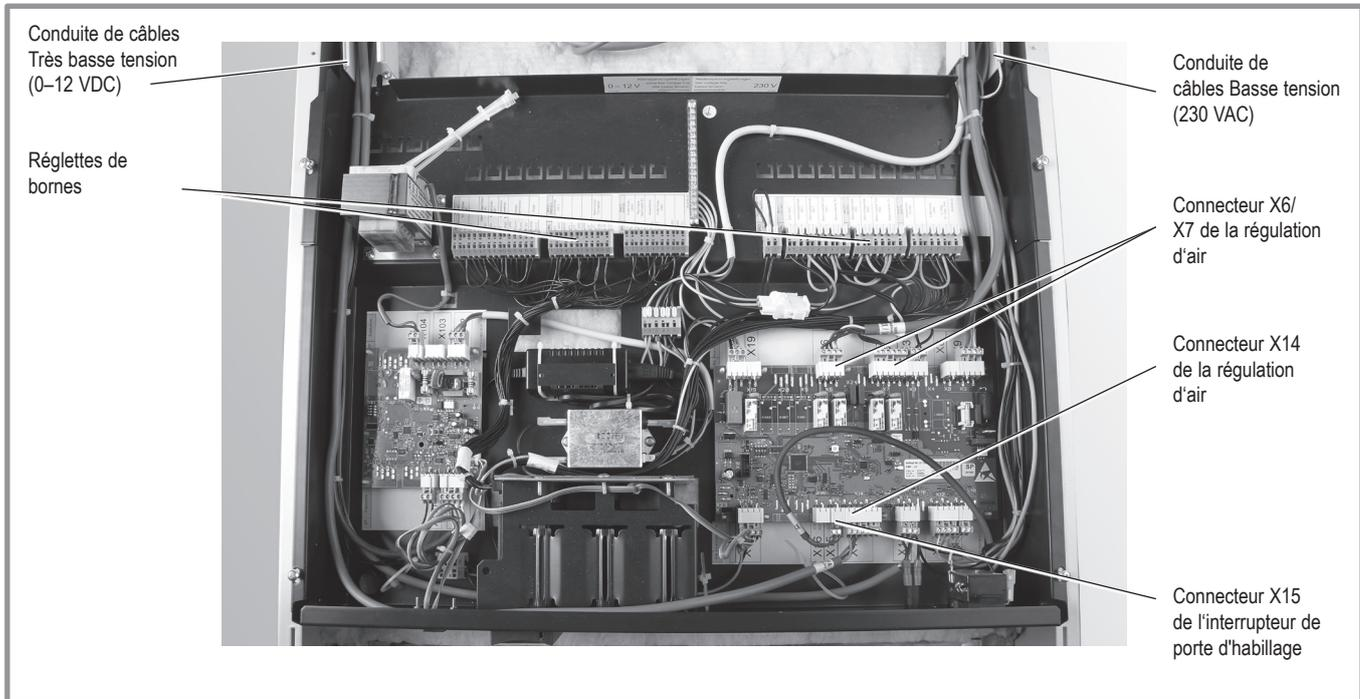

fig. 33 - Coffret électrique ouvert, branchement des connecteurs – vue avant
- Contrôler dans le coffret électrique si les connecteurs de l'interrupteur de porte et de la régulation d'air sont correctement branchés. Les câbles et les connecteurs comportent des inscriptions (*fig. 33*).
- Les raccords du système de régulation se trouvent sur les réglettes de bornes (bornes à ressorts à cage non vissées), à l'arrière du coffret électrique. Le branchement doit être réalisé avec des câbles en PVC à fils fins (*fig. 33*).
Veiller à ce que le câble très basse tension (0–12 VDC) et le câble basse tension (230 VAC) soient posés séparément l'un de l'autre ! Poser les câbles dans les conduites de câbles existantes – *fig. 33*.